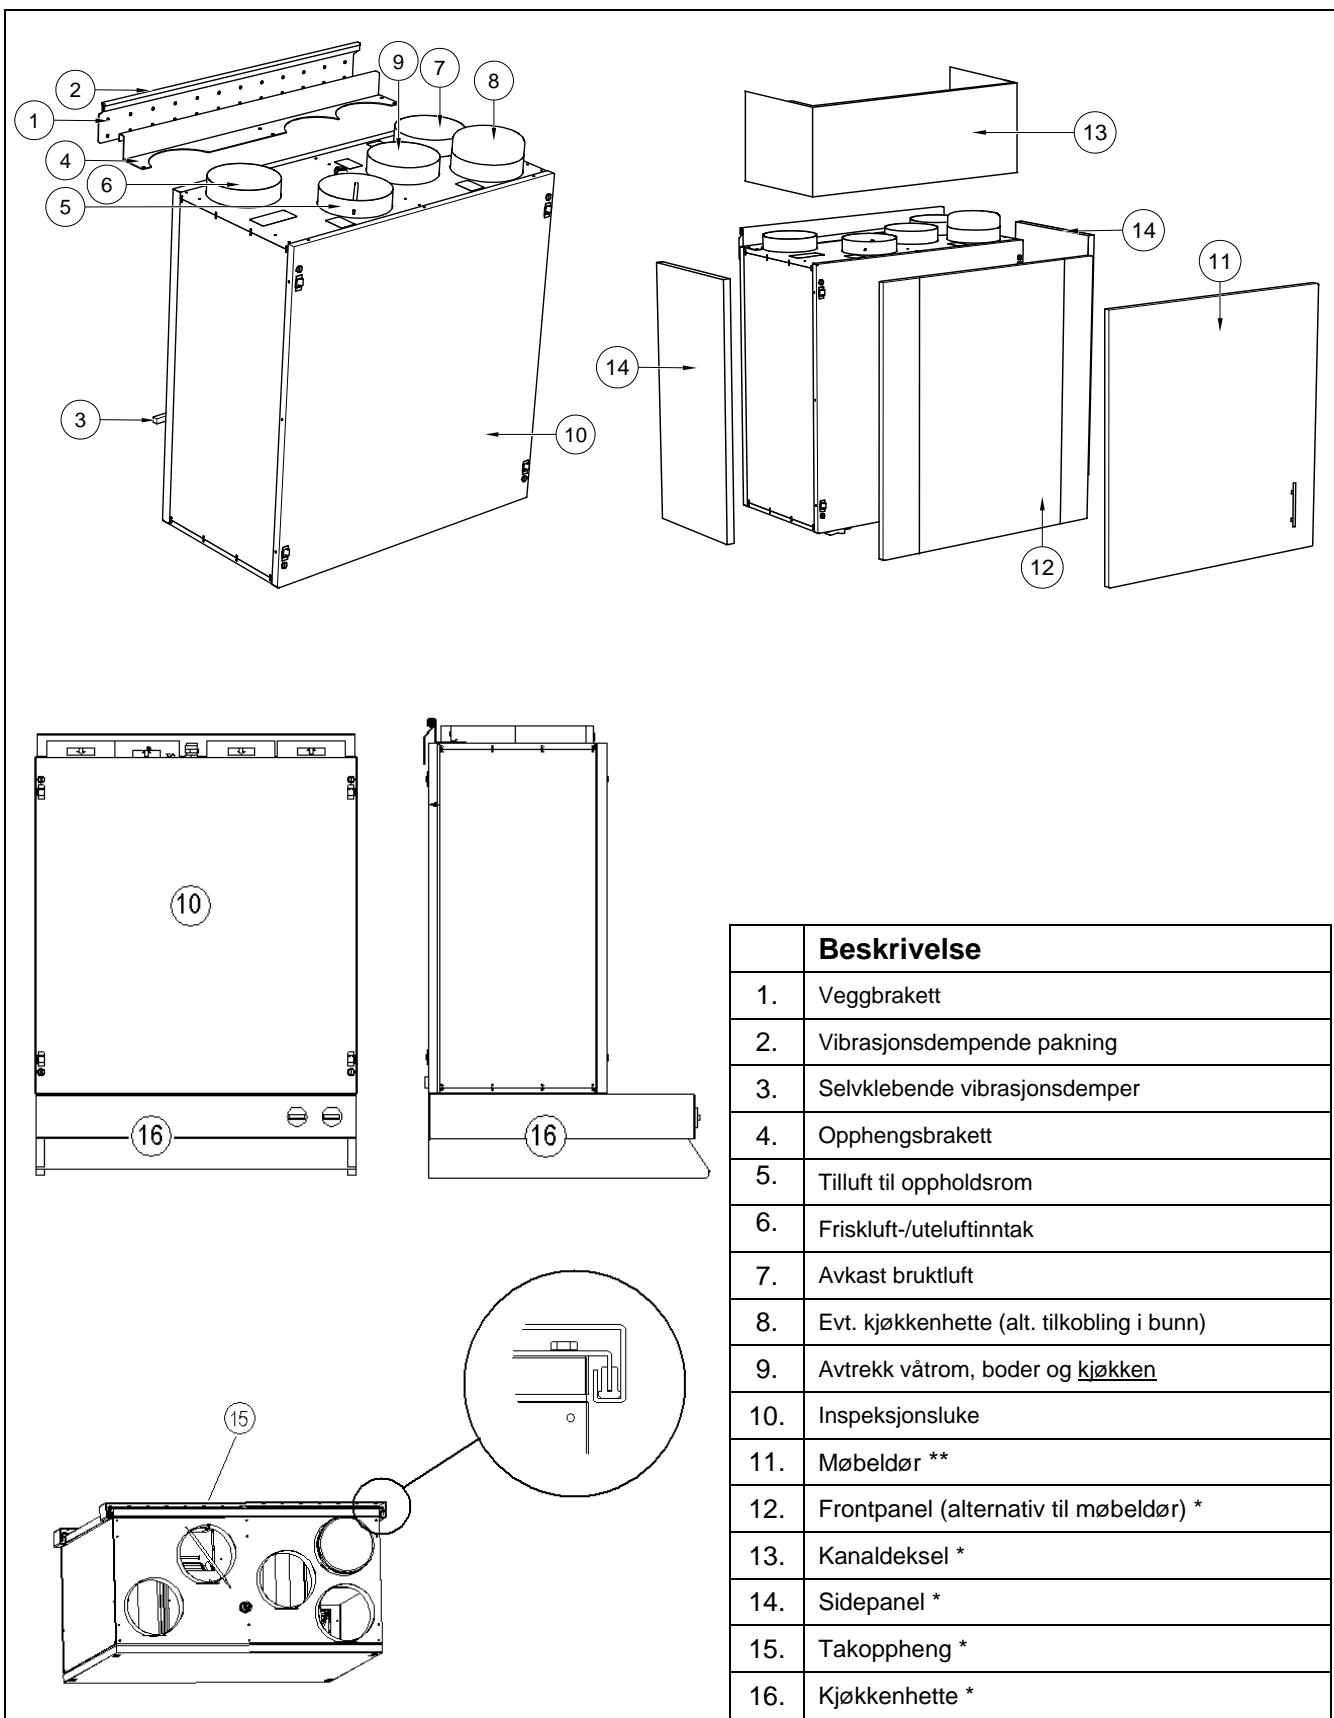

Fig.3 *Tilbehør (ikke inkludert)
- 2) Hvis nødvendig må inspeksjonslukene byttes om, slik at luken med festeklips for frontpanel/møbeldør (pos.10, **fig.3**) blir aggregatets front. Luken med festeklips har spesiell lydisolasjon, og dette må derfor gjøres selv om aggregatet skal benyttes uten bruk av frontpanel/møbeldør.
- 3) Monter opphengsbraketten (pos.4, **fig.3**) på toppen av aggregatet vha. medfølgende skruer og fest selvklebende vibrasjonsdempende pakning (pos.3, **fig.3**) nederst på aggregatets bakside.
- 4) Monter veggbrakett (pos.1, **fig.3**) med vibrasjonsdemper. Underkant brakett 40mm fra topp av aggregat, alternativt 590mm fra bunn. Kontroller at den vibrasjonsdempende pakningen (pos.2, **fig.3**) på vegglisten er hel.
Aggregatet monteres fortrinnsvis i f.eks. vaskerom, bod, grovkjøkken e.l. Kanal fra kjøkkenhette kan kobles til egen "bypass-kanal" (pos.7, **fig.3**) i topp eller bunn. Som alternativ kan kjøkkenhette monteres direkte under aggregatet. Aggregatet er konstruert for å henge på vegg, men kan om ønskelig monteres hengende under himling (egen anvisning følger takoppfeng) eller liggende på "rygg". Husk i så fall nødvendig vibrasjonsdemping mot underlag. Aggregatet er speilvendbart ved at det er utstyrt med inspeksjonsluker på begge sider. Dette for å oppnå enklest mulig kanalføring og tilkobling. Ved valg av plasseringssted, må det tas hensyn til at apparatet krever regelmessig vedlikehold. Påse at det er mulig å åpne/fjerne aggregatets inspeksjonsluke, og at det er nødvendig plass til å ta ut hovedkomponenter. Dersom aggregatet monteres på **lett** veggkonstruksjon mot oppholdsrom (eks. soverom/ stue) anbefales veggen isolert/konstruert slik at fare for lydoverføring unngås.
Ved montering over kjøkkenhette kan "møbeldør" (skapfront) (pos.11, **fig.3**) tilpasset øvrig innredning monteres foran inspeksjonsluken vha. medleverte låsekrips og låsebolt/stud (ref. montasjeanvisning på mal).
Hvitlakkert eller rustfritt frontdeksel (alternativ til møbeldør) (pos.12, **fig.3**), hvite sidepanel (ved synlig side) (pos.14, **fig.3**) og hvitlakkert kanaldeksel (pos.13, **fig.3**) mellom himling og aggregat (H=295mm) kan leveres som tilbehør.
Generelt (fig.3)
- Dersom kjøkkenhette ikke tilkobles, må blindlokk i 8 (fig.3) ikke fjernes.
I VR-300 ECV/B ledes komfyrværet direkte til avtrekksviften uten at lukt og forurensinger føres gjennom varmegjenvinneren. For å oppnå varmegjenvinning fra grunnventilasjonen må avtrekksventilen i kjøkken derfor være tilkoblet pos. 9, **fig 3.** sammen med avtrekk fra våtrommene.